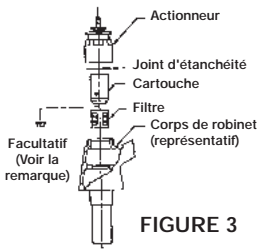

FIGURE 3
5. Insérer bien à fond le filtre dans le robinet; s'assurer qu'il est bien appuyé sur le siège. Ensuite, introduire la cartouche dans le robinet; elle aussi doit être bien appuyée sur le siège du robinet (Figure 3).
**NOTE:** Normalement, on utilise le plus grand des deux filtres fournis avec la cartouche. Toutefois, dans le cas de certains robinets (surtout de types I et II, voir page 2), il est possible que le grand filtre ne soit pas utilisable. Si l'eau ne coule pas après l'étape 7, fermer les robinets d'arrêt et démonter le robinet; retirer le grand filtre et le remplacer par le petit filtre (Figure 3).
6. Insérer le joint de chapeau blanc dans l'actionneur, puis visser l'actionneur dans le robinet. Serrer l'actionneur à environ 20 lb-pi (serrer d'abord à la main, puis visser de 1/2 à 1 tour à l'aide d'une clé) (Figure 3).